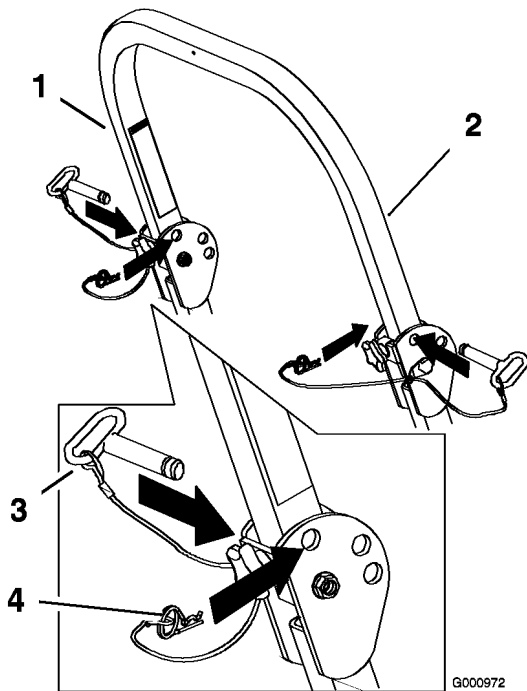

Figura 7
2. Togliete le spine delle coppiglie e le due spine (Figura 7).
4. Montate le due spine e fissatele con le spine delle coppiglie (Figura 7).
5. Per alzare il roll bar togliete le spine delle coppiglie e le due spine (Figura 7).
6. Alzate completamente il roll bar e montate le due spine, quindi fissatele con le spine delle coppiglie (Figura 7).